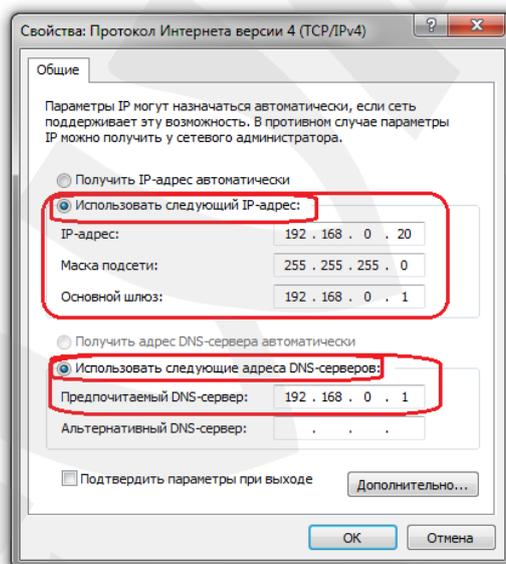

Рис. 5.7
2. **Использовать следующий IP-адрес:** IP-адрес задается пользователем вручную (Рис. 5.7):